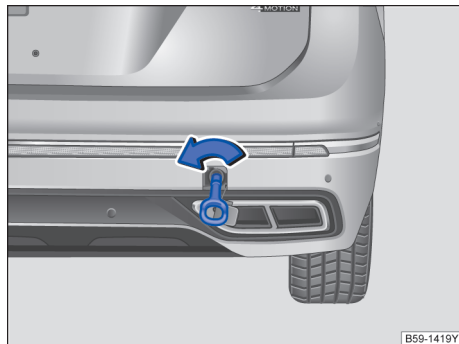

图 221 在保险杠右后部：安装牵引环
- 将牵引环朝箭头方向拧入螺纹孔内，直到限位位置→图 221。